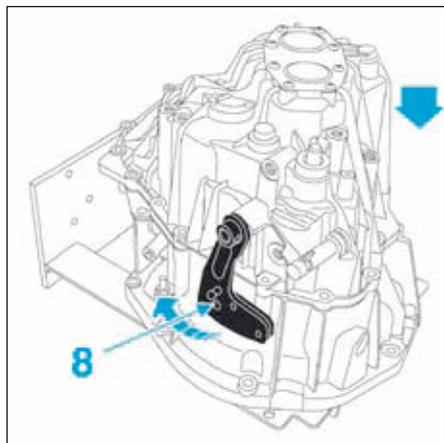

FIG.12
- Reposer le carter vers le bas en basculant le levier de passage (8) (Fig.12) pour engager le doigt du levier dans le module de commande.